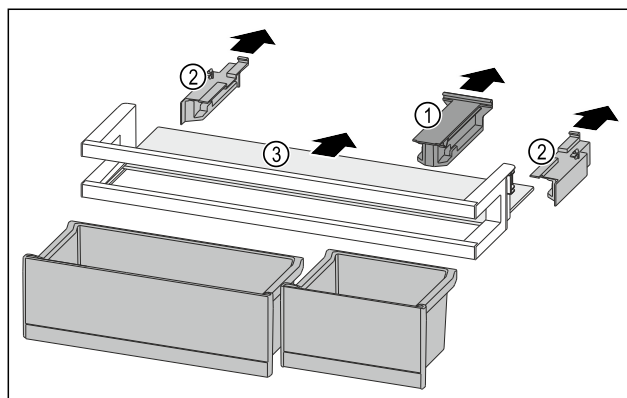

Fig. 222
- ▶ 拉出定位件 Fig. 222 (1)。
- ▶ 拉出侧面部分 Fig. 222 (2)。
- ▶ 取出搁板 Fig. 222 (3)。